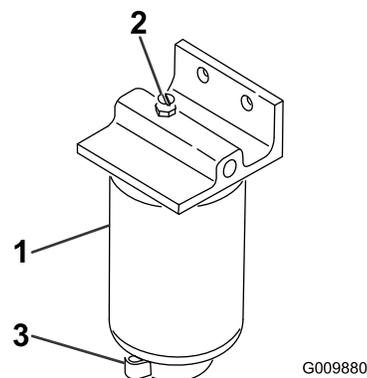

Рисунок 66
2. Открутите сливной кран в днище стакана фильтра (Рисунок 66).
1. Очистите область крепления стакана фильтра (Рисунок 66).